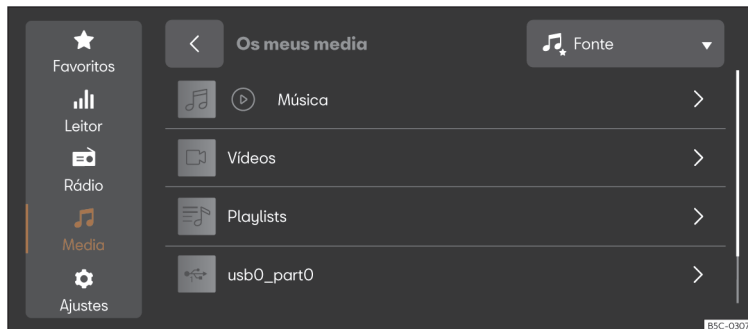

Fig. 177 Representação esquemática: Vista Multimédia.
- Pressione **MENU** > > >>> **Fig. 177**.